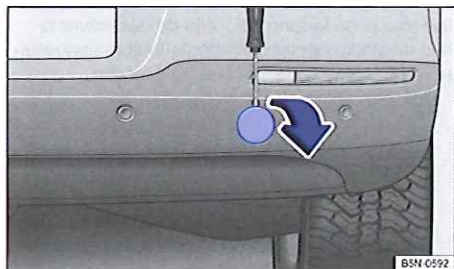

Fig. 247 Dans le pare-chocs arrière droit : cache du logement de l'œillet de remorquage.
Le logement prévu pour l'œillet de remorquage à visser se trouve dans le pare-chocs arrière côté droit, derrière un cache ⇒ fig. 247. Sur les véhicules avec dispositif d'attelage de première monte, aucun logement n'est prévu derrière le cache pour l'œillet de remorquage à visser. La boule d'attelage doit être basculée et utilisée pour le remorquage ⇒ page 160, ⇒ ①.